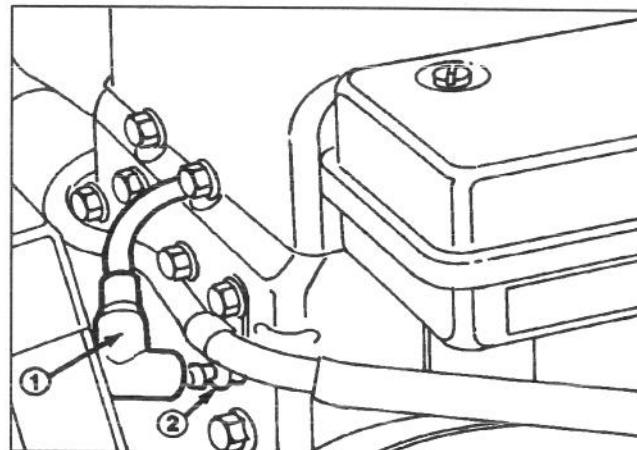

Abbildung 11
Um ein ungewolltes Anlassen des Motors bei Wartungen zu verhindern, den Motor abstellen, den Zündschlüssel abziehen und den Zündkerzenstecker von der Zündkerze abziehen (Abb. 11). Sicherstellen, daß der Draht nicht versehentlich die Zündkerze berührt.
1. Den Zündkerzenstecker abziehen (Abb. 11).